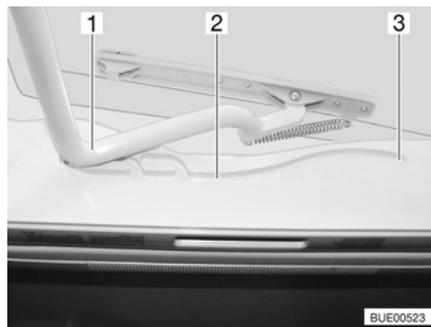

Fig. 37 Claraboya Heki, guía
- Tirar el estribo (Fig. 37,1) en las guías (Fig. 37,2) hasta la posición trasera final (Fig. 37,3).
- Empujar el estribo (Fig. 37,1) ligeramente hacia arriba con ambas manos.
- Tirar el estribo en las guías (Fig. 37,2) hasta la posición deseada.